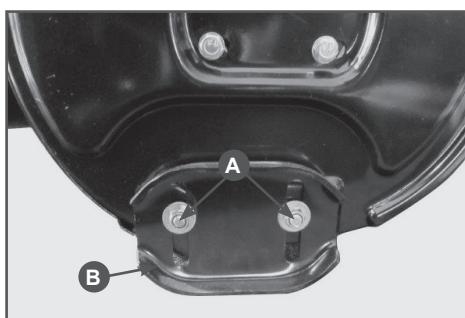

Рис.17 Регулировка высоты забора снега
2. Ослабьте гайки крепления салазок (A), Рис.17) и установите салазки (B) на необходимую высоту. Снова затяните гайки.